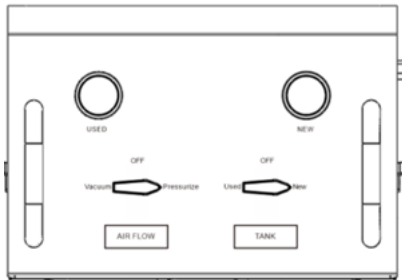

Fig 11.
2. No painel, rode a válvula esquerda "AIR FLOW" (FLUXO DE AR) para a posição "Pressurizar" e a válvula direita "TANK" (TANQUE) para a posição "New" (Novo) (Fig.11). Abra as válvulas em ambas as mangueiras (Fig.12) e,